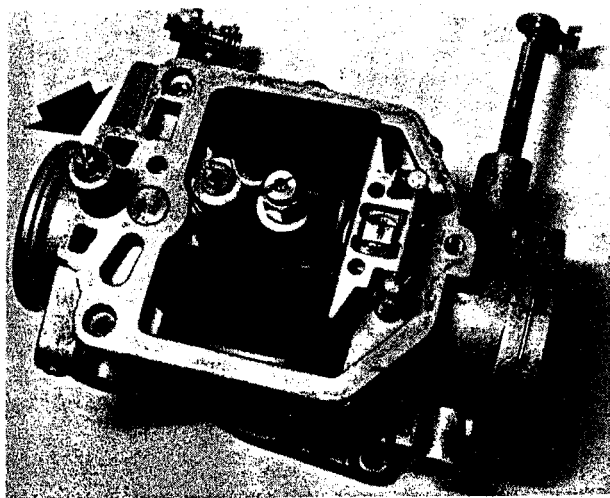

Bild 189
- Den Motor in Gang setzen und warmlaufen lassen. Die an der Innenseite des linken Vergasers sitzende Drosselklappen-Anschlagschraube ausschrauben, bis der Motor mit der niedrigst möglichen Drehzahl noch rund läuft. Diese eine Anschlagschraube wirkt auf beide Drosselklappen. Beide Gemischregulierschrauben um den gleichen Betrag in jene Stellung drehen, in der der Motor mit der höchsten Drehzahl läuft (Bild 189). Die Motordrehzahl mit der Drosselklappen-Anschlagschraube nach Drehzahlmesserangabe auf 1100 bis 1300 U/min einstellen.